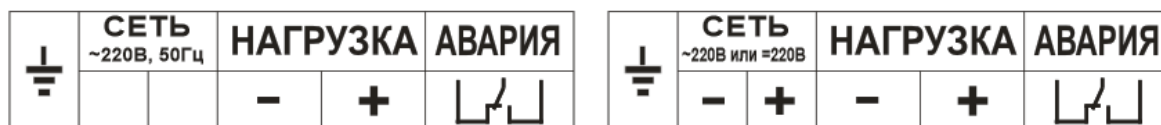

Рис.2
5.3. Подключить, соблюдая полярность, нагрузку к клеммнику **ИПС** кабелем с сечением медных проводов не менее 4,0 кв.мм. (см. рис.2).